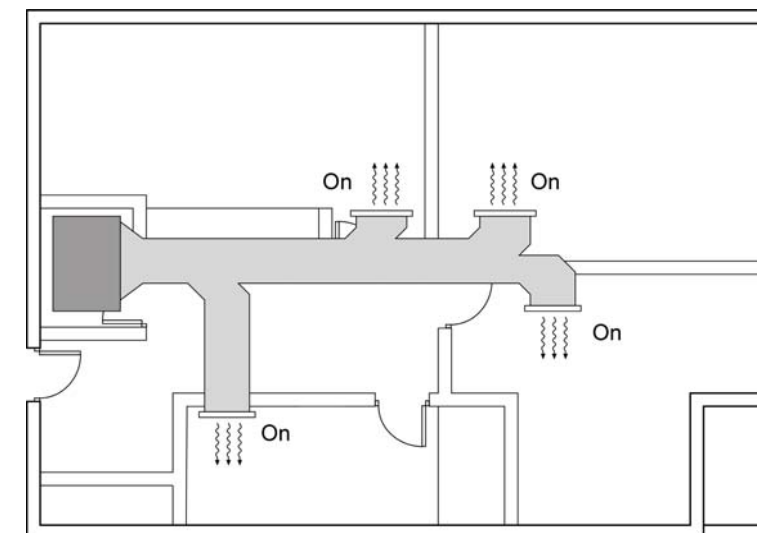

Fig. 6
- 2) Con todas las Zonas en Demanda (abiertas), mida la velocidad de impulsión del aire en todas las salidas y compruebe que está entre 2'0 m/s y 4'2 m/s (Ver Fig. 6). En caso de no cumplir por estar alguna salida por debajo de estos márgenes, aumente la presión disponible de la máquina a la siguiente disponible y vuelva a realizar las comprobaciones.
- 2) With every zone under demand (open), measure the outlet air speed checking that is within range from 2'0 m/s and 4'2 m/s (See Fig. 6). In case of not having this air flows in a zone, configure a higher external static pressure in the AC Unit and check outlets air speed again.
- 2) Mettre toutes les zones en demande (ouvertes), mesurer la vitesse de soufflage de l'air au niveau de toutes les bouches et vérifier qu'elle soit comprise entre 2,0 et 4,2 m/s (Voir Fig. 6).
- 2) Con tutte le zone in regime di domanda (aperte), misurare la velocità dell'aria in uscita da tutti i terminali e verificare che sia compresa o il più vicino possibile compresa tra i 2,0 e i 4,2 m/s (Vedere Fig. 6).